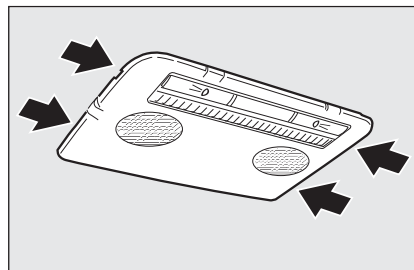

fig. 42
- enlever le plafonnier avant en agissant dans les points indiqués par les flèches (voir **fig. 42**);